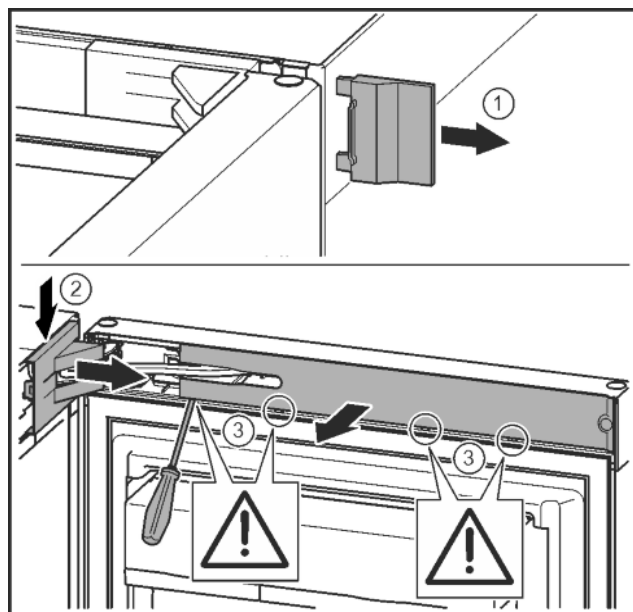

Fig. 7
- Zdjąć zewnętrzną osłonę. Fig. 7 (1)
- Wyczepić i poluzować osłonę płytki zawiasu. Zdjąć osłonę płytki zawiasu. Fig. 7 (2)
- Przy pomocy śrubokręta wyczepić zaślepkę i odchylić w bok. Fig. 7 (3)